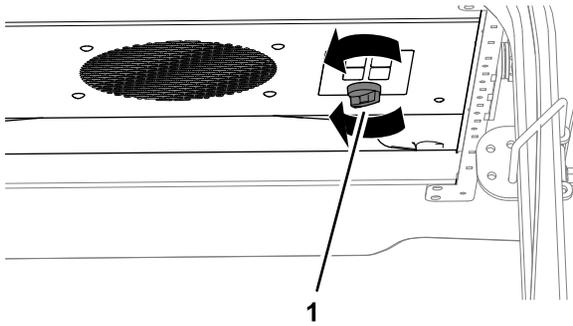

Figura 15
- Para poner en marcha el ventilador de refrigeración, gire el mando del interruptor del ventilador en sentido horario, hasta las posiciones de velocidad BAJA, MEDIA o ALTA (Figura 15).
- Para apagar el ventilador de refrigeración, gire el mando totalmente en sentido antihorario, hasta la posición de DESCONECTADO (Figura 15).